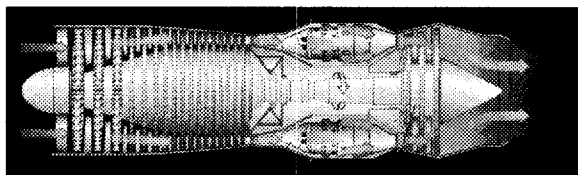

Рисунок 6.26 – Розріз ТРД
- турбореактивні компресорні двигуни (ТРД) з газовою турбіною, у яких стиснення повітря здійснюється турбокомпресором; стиснене повітря надходить у камери, де згоряє паливо, а гази, що відходять, обертають турбіну привода компресора і створюють реактивну тягу (рисунок 6.26).